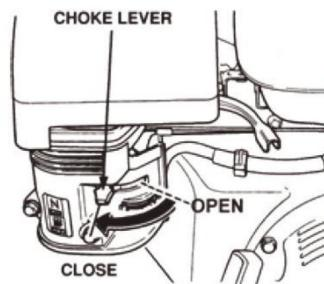

FIG.7
- 9.3 Zet de chokehendel (FIG. 7) in de stand "GESLOTEN" als u start koude motor.
9.7 Als de motor is gestart, zet u de chokehendel (FIG. 7) langzaam terug in de stand Open positie. Als de motor niet is gestart, herhaalt u stap 1 tot en met 6.